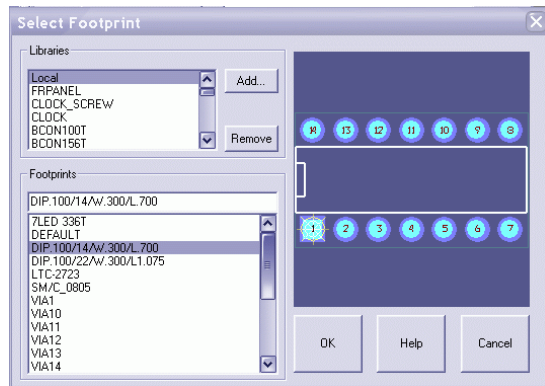

рис. 5-16
Вот что это значит. Нажмите кнопку <Footprint> и в появившемся окне диалога укажите footprint, соответствующий микросхемам ① (рис. 5-16).